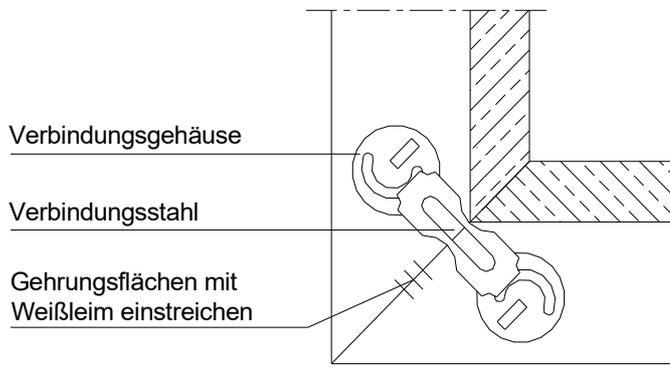

Abbildung 5: Eckverbinder an Gegenzarge
- Gegenzarge verleimen und mit Eckverbinder befestigen (Abbildung 5)